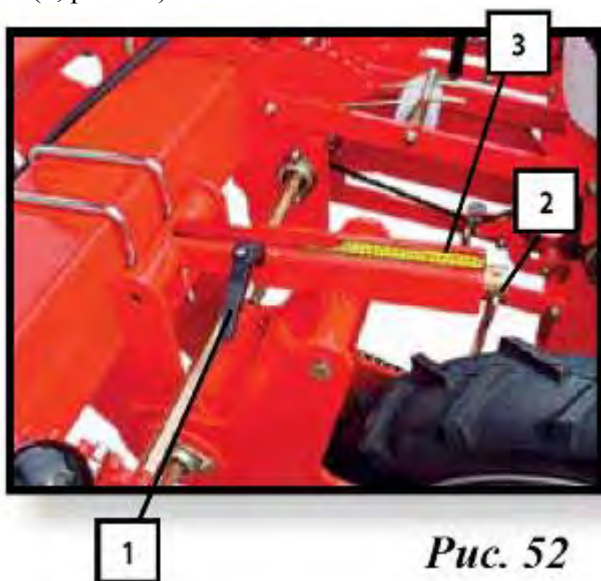

Рис. 52
- 2 - Ослабить зажимный рычаг (1, рис. 52).
- 3 - Повернуть рукоятку (2, рис. 52), чтобы установить колесо на нужную высоту. Ориентироваться по указателю на шкале с делениями (3, рис. 52).
- 4 - Зафиксировать положение зажимным рычагом (1, рис. 52).
- 1 - Сдвинуть муфту, чтобы фиксатор стал в положение «Отключение» (рис. 52).